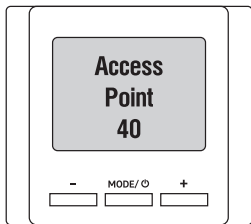

Рис. 11
4. Активировать в терморегуляторе режим Access Point путем нажатия и удержания кнопок MODE/A и «-» на терморегуляторе в течении 3 сек. На экране появится сообщение о включении этого режима и обратный отсчёт времени (рис. 11).